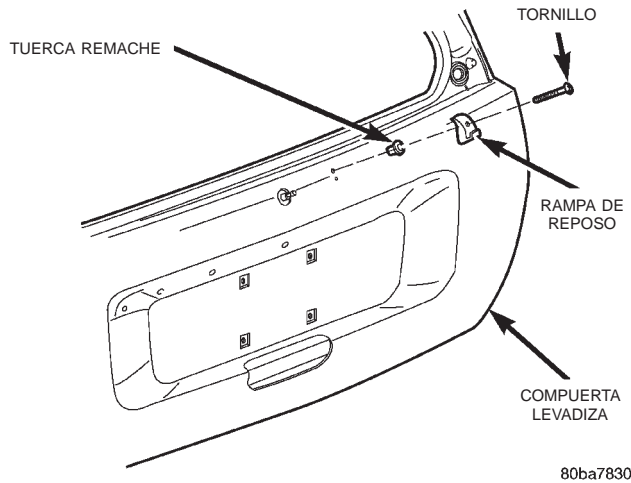

Fig. 10 Desmontaje e instalación de la rampa de reposo del brazo del limpiador trasero
(1) Desacople el soporte del brazo del limpiador trasero de la rampa de reposo de goma del brazo del limpiador trasero del lado derecho de la compuerta levadiza, debajo del cristal basculante de la compuerta levadiza.
(2) Eleve el brazo y la escobilla del limpiador separándolo de la compuerta levadiza hasta que la bisagra del brazo se encuentre en la posición central.
(3) Retire el tornillo que fija la rampa de reposo a la compuerta levadiza (Fig. 10).
(4) Retire la rampa de reposo del brazo del limpiador trasero de la compuerta levadiza.